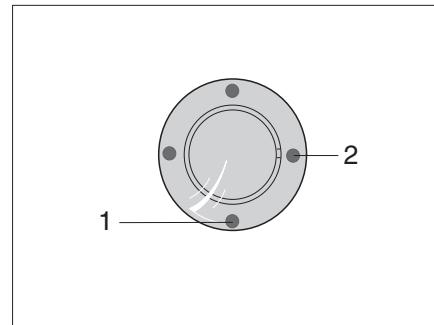
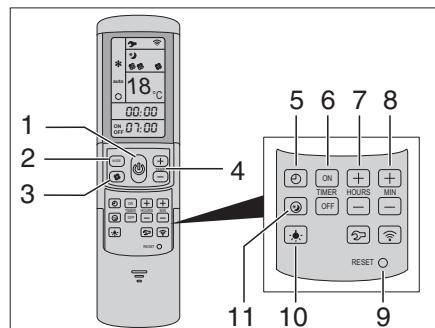

Fig. 336 Receptor IR/Indicación de la función
Fig. 337 Mando a distancia
La instalación de aire acondicionado está colocada en el techo del vehículo. El mando a distancia (Fig. 337) de la instalación de aire acondicionado está en la zona de la cocina.
- Conectar el vehículo a la alimentación de 230 V. La instalación de aire acondicionado está lista para el funcionamiento. El LED azul (Fig. 336,1) se enciende.
- Para conectar pulsar la tecla (Fig. 337,1) en el mando a distancia. El LED azul (Fig. 336,1) parpadea.
- Ajustar con la tecla MODE (Fig. 337,2) el modo de funcionamiento deseado.
- Si es necesario, ajustar con la tecla (Fig. 337,3) el nivel deseado del ventilador y con las teclas (Fig. 337,4) la temperatura ambiente.
Una vez alcanzada la temperatura ajustada en mando a distancia, el LED azul (Fig. 336,1) se apaga, el compresor se apaga y el ventilador de circulación de aire continúa funcionando.
- Para la desconexión pulsar de nuevo la tecla (Fig. 337,1) en el mando a distancia.
- Para la programación, encender la instalación de aire acondicionado con la tecla (Fig. 337,1) en el mando a distancia.
- Con la tecla (Fig. 337,2) ajustar el modo de funcionamiento deseado y con las teclas (Fig. 337,4) la temperatura ambiente.
- Con las teclas (Fig. 337,6) seleccionar la función deseada:
- Con las teclas (Fig. 337,7 y 8) seleccionar la hora de conexión deseada (15 minutos hasta 24 horas).
- Confirmar el ajuste con "ON" o "OFF" (Fig. 337,6).